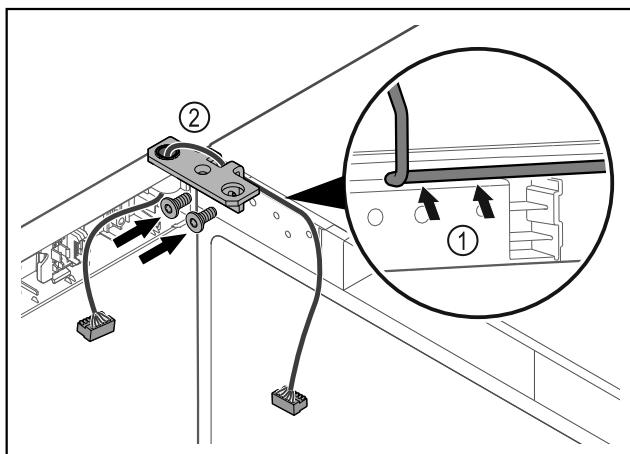

Fig. 47
- Provedite kabel kroz izrez na kutnoj šarci i oprezno ga položite Fig. 47 (1).
- Navrnite kutne šarke Fig. 47 (2).